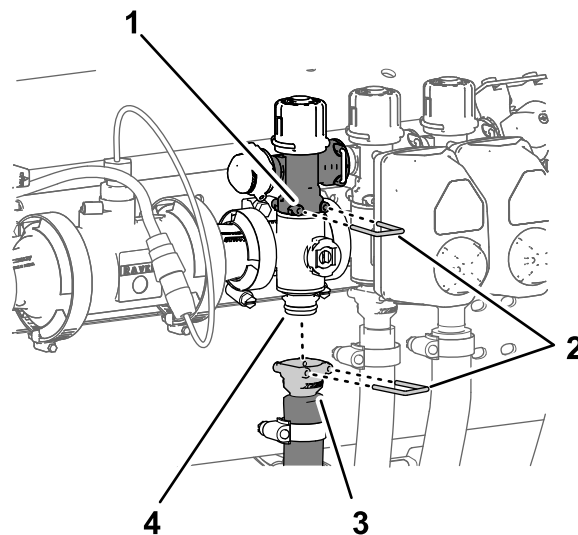

Figura 110
1. Retire o pino de ligação rápida que prende o acoplador de ligação rápida para a válvula de distribuição de secção à válvula do coletor da secção (Figura 110).
2. Retire o pino de ligação rápida que prende o acoplador de ligação rápida para o tubo de fornecimento de secção ao coletor para a união de ligação rápida da válvula do coletor da secção (Figura 110).